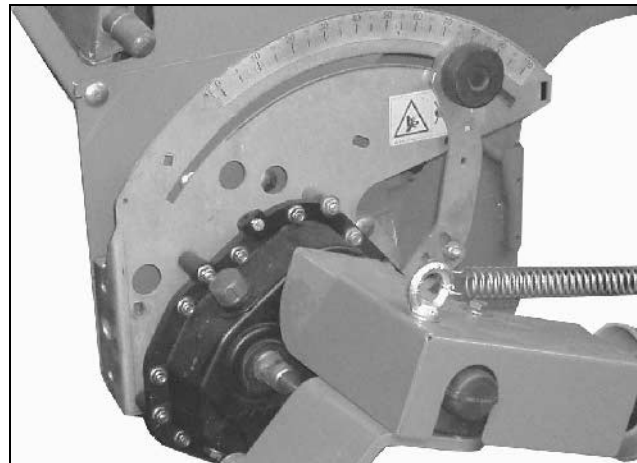

Fig. 23
- wird der Getriebestellhebel (Fig. 23/2) manuell eingestellt. Je höher der Skalenwert, desto größer die Aussaatmenge.
- verstellt der Stellmotor (Fig. 23/1) den Getriebestellhebel (Fig. 23/2) (Option).